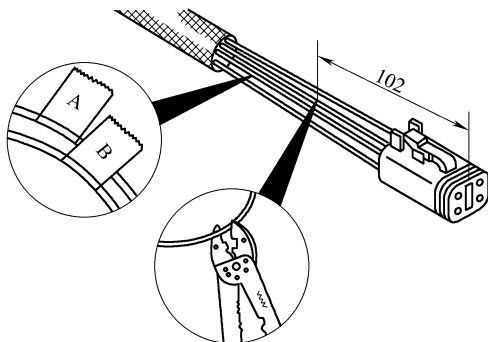

图 6-60 切割导线 A、B
② 切割导线 A、B，如图 6-60 所示。将导线 A、B 分别从插头正面去 102mm。